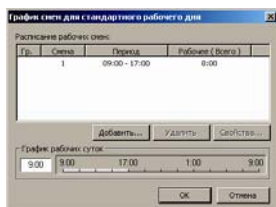

Рис. 2.10 Диалоговое окно «График смен для стандартного рабочего дня».
Для того чтобы задать стандартный график работы для всего проекта, нажмите кнопку «Задать» в группе «Расписание смен стандартного рабочего дня». Откроется диалоговое окно «График смен для стандартного рабочего дня» (рис. 2.10).
3. В диалоговом окне «*График смен для стандартного рабочего дня*» отобразится строка с номером смены и ее расписанием (рис. 2.10). Укажите на данную строку и нажмите кнопку «Добавить».